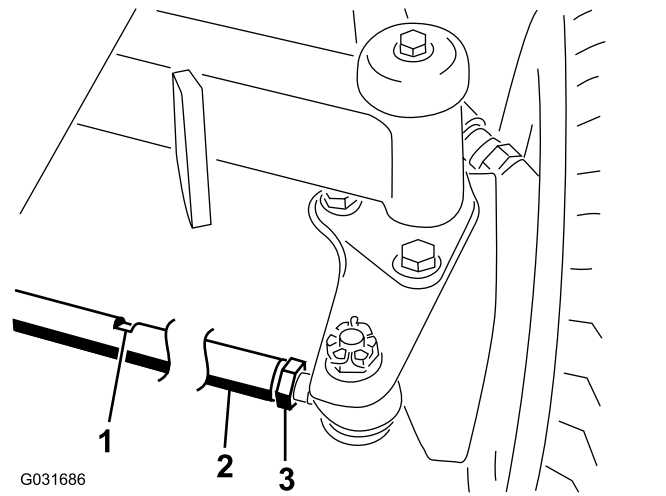

Figure 60
2. Desserrez l'écrou de blocage à chaque extrémité de la bielle (Figure 60).